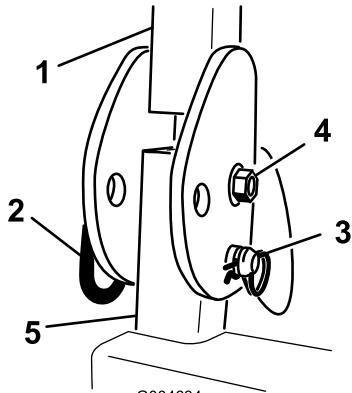

Figure 91
49. Montez le boulon, l'écrou, la goupille fendue et l'axe de chape qui fixent le système ROPS sur les montants (Figure 91).